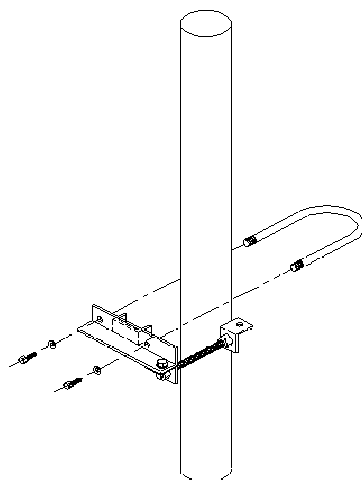

FIGURA 04 - FIXAÇÃO DA ANTENA AO TUBO SUPORTE
- Para a polarização do alimentador observar na figura 04 os seguintes detalhes, tomando como referência a vista de trás da antenna: **Polarização Horizontal**, a seção maior do guia está na vertical e a curva do guia voltada para cima. **Polarização Vertical**, a seção maior do guia está na horizontal e a curva do guia voltada para a direita.
- a) Desmontar da estrutura traseira da antena o sistema de ajuste fino do azimute compreendido pelas peças mostradas no desenho da figura 04.
- c) Encoste o conjunto estrutura traseira/refletor no tubo da torre apoiando pelo perfil “u” da estrutura traseira. O perfil “u” da estrutura traseira deverá se apoiar sobre o grampo da base (do sistema de azimute), veja figura 04.
- d) Fixe a antena no tubo da torre prendendo-a com o grampo superior e o grampo inferior e suas respectivas porcas e arruelas, conforme ilustra a figura 04.